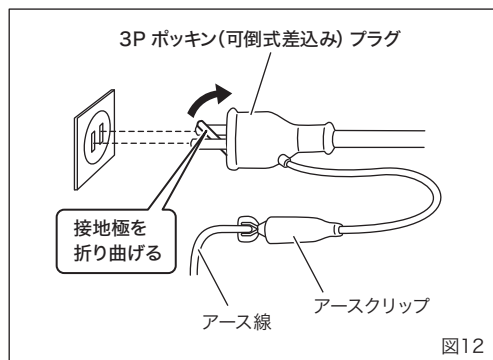

図12
3. 使用する電源について(図12)
接地極のない電源コンセントに接続するときは、接地極を折り曲げて電源コンセントに差し込み、アースクリップを使用してください。（図12）